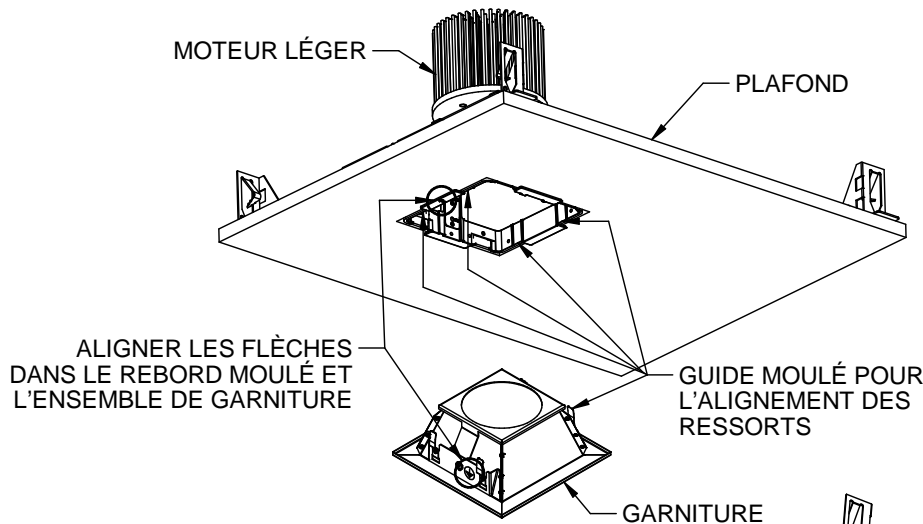

FIG 1.1
1. Installer l'ensemble de garniture inférieur sur le luminaire après l'installation du logement et du moteur d'éclairage dans le plafond fini, en alignant les flèches gauffrées dans le rebord moulé et l'ensemble de garniture. Insérer les ressorts dans le guide moulé approprié pour l'alignement des ressorts et pousser délicatement contre le plafond. FIG 1.1 et 1.2.